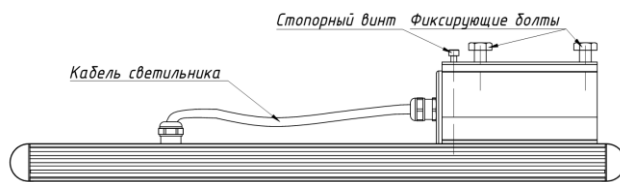

Рисунок 13 (БАП не показан).
5.11.7. Наденьте крепление на монтируемую трубу. Труба должна упираться в Стопорный винт (рисунок 13).